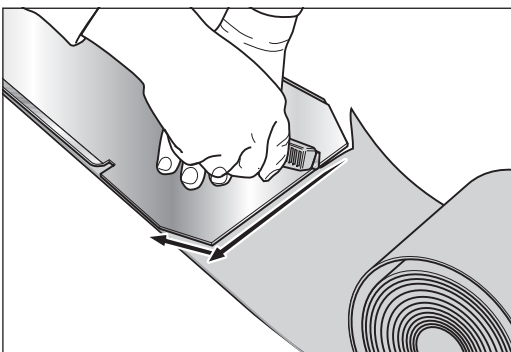

Abb. 27 Mit einem Teppichmesser den Schleifmittelbogen um die Schablone herum ausschneiden.
- 3 Legen Sie die Papierschablone (siehe mitgeliefertes Zubehör) auf die Rückseite des abgerollten Schleifmittels. Schneiden Sie das Schleifmittel mit einem Teppichmesser entsprechend der Schablone zu (Abb. 27).